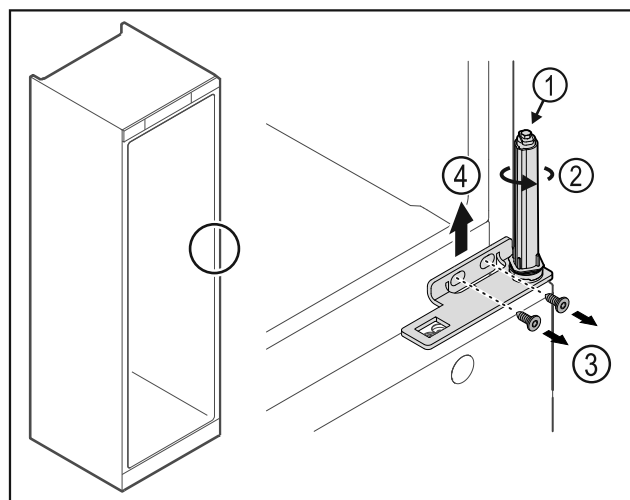

Fig. 32
- Ne szedje szét az ajtó zárrendszert Fig. 32 (1).
- Forgassa el a zárrendszert Fig. 32 (2), amíg az be nem kattán.
- Oldja ki a csavarokat Fig. 32 (3), majd felfelé vegye le a csuklópántot Fig. 32 (4).